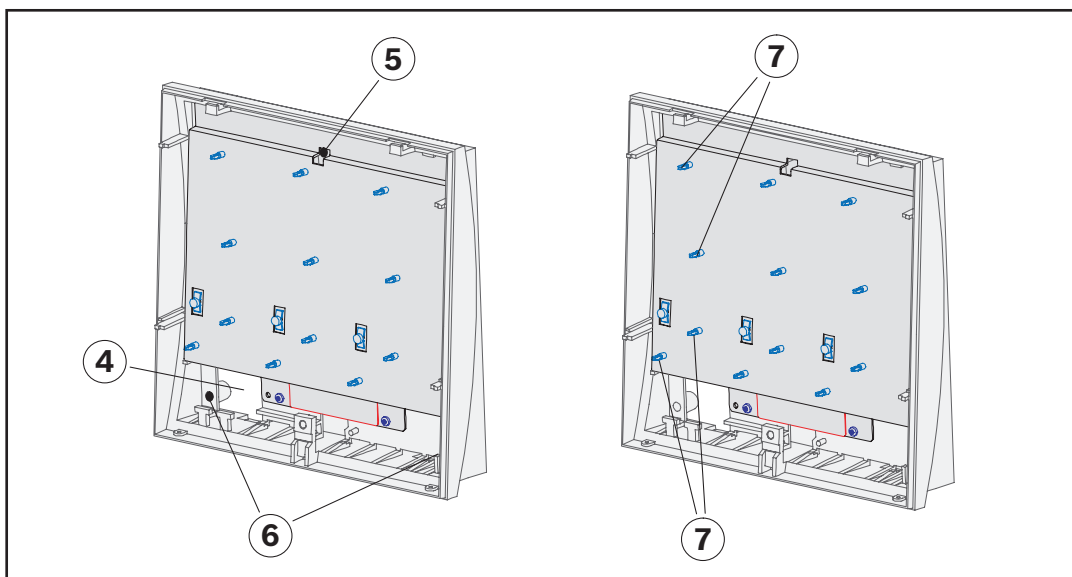

Рисунок 4.4: Монтаж корпуса BAT 100 LSN и установка модулей ATG
5. Вставьте кабель с обратной стороны в нижней части корпуса (см. Рисунок 4.4 (4)). Повесьте нижнюю часть корпуса на верхний винт и совместите (5). Вверните два нижних винта (6) и затяните верхний винт.
6. Установите модуль ATG на посадочные места панели BAT 100 LSN (установку всегда производите слева направо) рядом с предварительно собранным модулем ATG. На Рисунке 4.4 показаны посадочные места для первого модуля ATG (7).